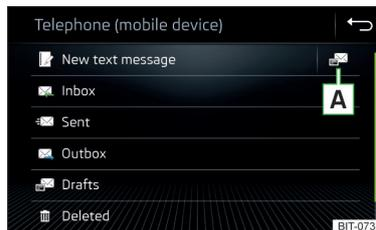

Fig. 145
➤ En el menú principal *Teléfono* pulse la superficie funcional , se visualiza el menú principal para mensajes de texto » fig. 145.
- Pulsar en el menú principal de los mensajes de texto la superficie funcional  » fig. 145 de la pág. 133.